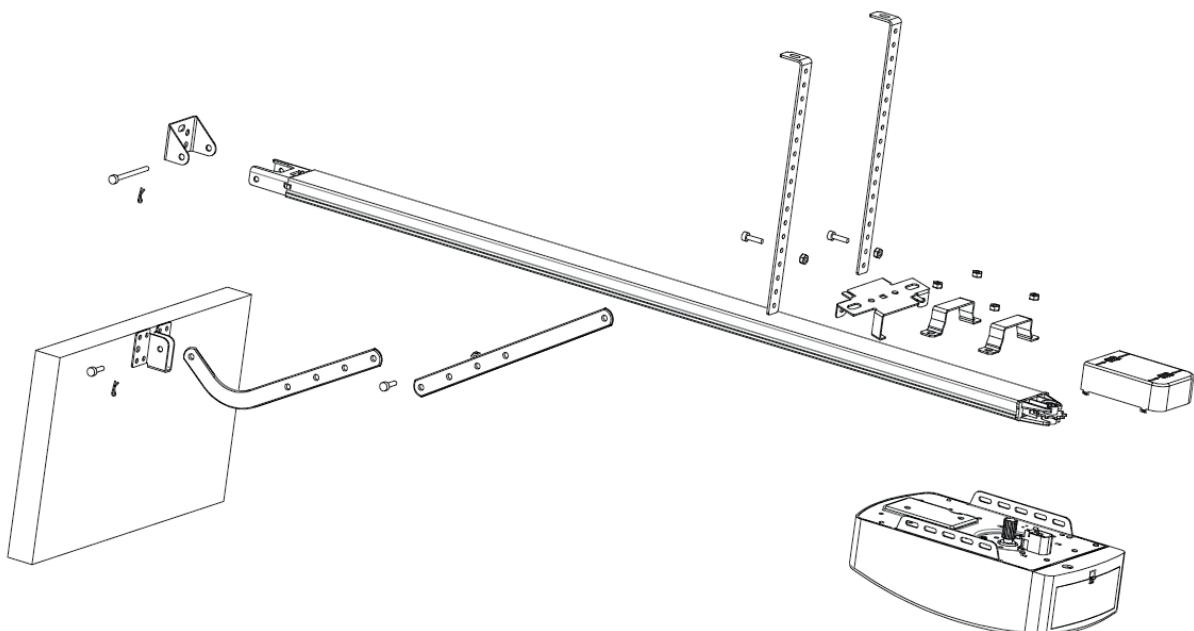

BILD 2
SCHRITT 1 (Bild 2)
SCHRITT 2 (Bild 2)
SCHRITT 3 (Bild 2, Bild 3)
SCHRITT 4 (Bild 2, Bild 4)